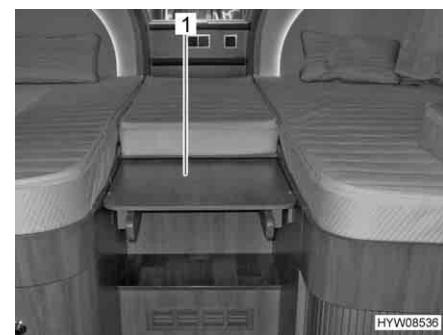

Fig. 102 Estrazione dell'ampliamento
- Afferrare ed estrarre l'ampliamento (Fig. 102,1). Insieme all'ampliamento viene estratta anche la scaletta.